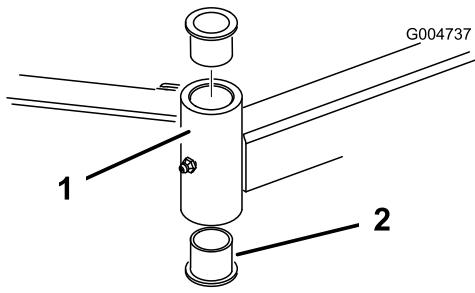

Figura 111
- Introduza um punção para cavilhas na zona superior ou inferior do tubo de montagem e retire o casquillo para fora do tubo (Figura 111).